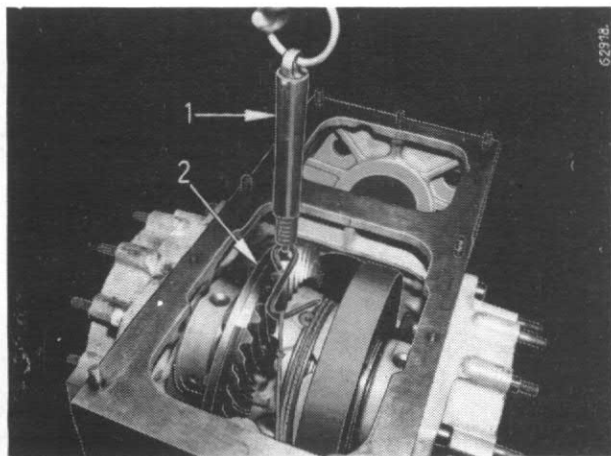

Figure 129
Après usinage, les deux demi-boîtiers sont marqués de chiffres identiques qu'il s'agit d'aligner lors de l'assemblage afin de reconstituer le montage d'origine (Fig. 129). Les demi-boîtiers ne se remplacent pas individuellement.
Enroulez une corde autour du différentiel, voir Figure 129 et accrochez un peson à ressort (1) à son extrémité. La précharge est correcte lorsque le différentiel est maintenu en rotation par une traction de 5.0-5.5 daN (5.0 - 5.5 kgs) (La traction au démarrage est plus élevée).